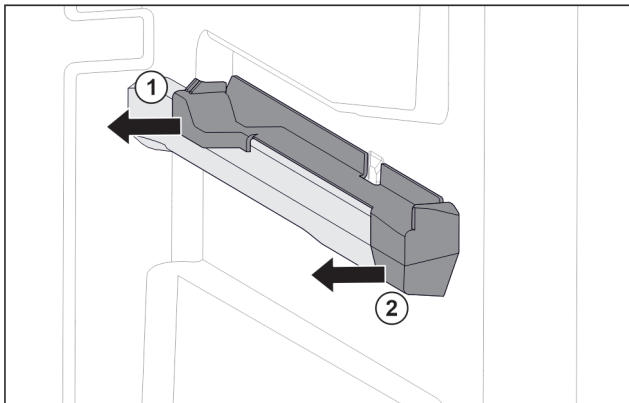

Fig. 77 Element nasadzany na prawym żebrze pojemnika
- ▶ Odciągnąć element nasadzany z tyłu w bok. Fig. 77 (1)
- ▶ Odciągnąć element nasadzany z przodu w bok. Fig. 77 (2)